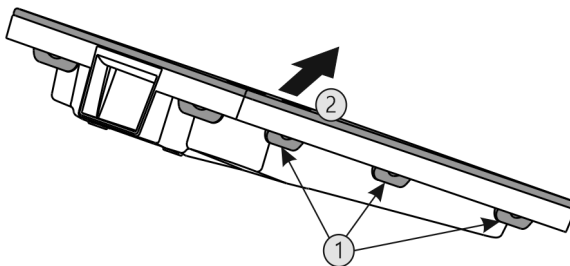

Fig. 40
- ▶ Premere una dopo l'altra tutte le linguette Fig. 40 (1) e rimuovere la copertura Fig. 40 (2).